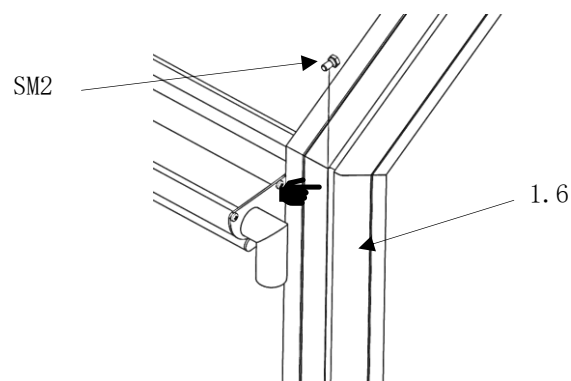

Abb. 126
- die Köpfe der Sechskantschrauben (**Pos. SM2**) werden von oben in die Nuten der Randprofile (**Pos. 1.6**) am Rückwandgiebel eingeführt (Abb. 126)